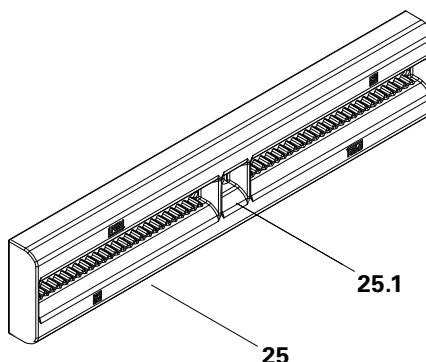

Fig. A3.10
L'allineatore DUO 62 (25) è un dispositivo di congiunzione dei pannelli con funzione di rinforzo, allineamento e trasmissione delle sollecitazioni. (Fig. A3.10)